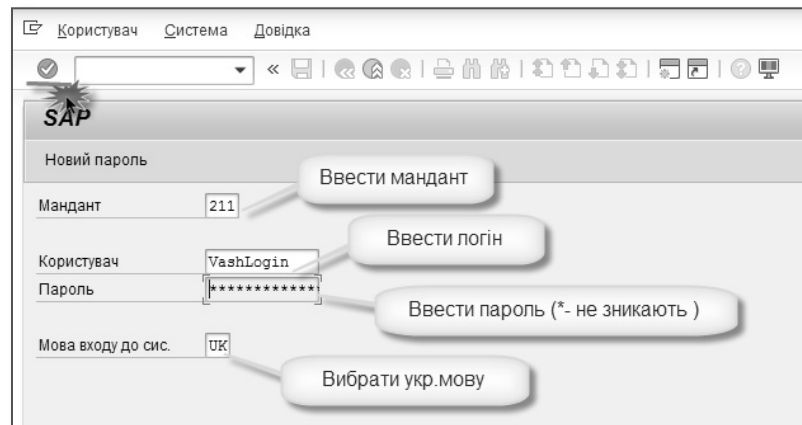

Рис. 1.2
3. У вікні, яке відкрилось, **обов'язково** ввести номер манданту (зазвичай вводиться автоматично, це код системи, у якій дозволено працювати користувачу), логін та пароль користувача. **Важливо!!** вибрати українську мову та здійснити вхід, натиснувши на  або натиснути «Enter» (Рис. 1.2).